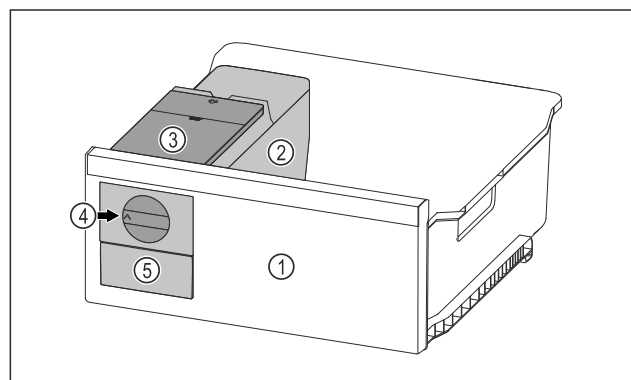

Fig. 102 Primjer izgleda
- Okrenite okretni gumb Fig. 102 (4) u smjeru kazaljki na satu do graničnika.
- ▷ Kockice leda padaju iz posude za kockice leda u ladicu za kockice leda Fig. 102 (5).